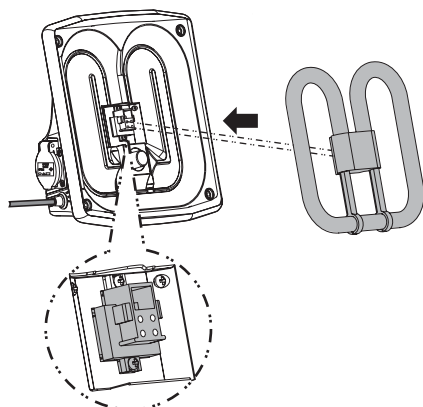

Fig. 16
5.1.4 Coloque la bombilla nueva. Asegúrese de utilizar una bombilla de 38 W (55 W) y colóquela en el soporte. (Fig. 16).